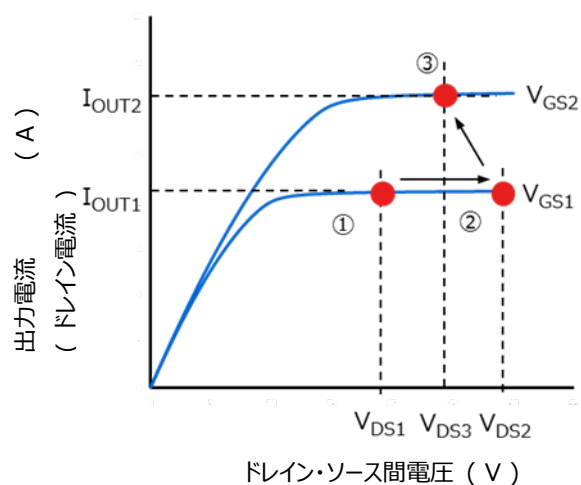
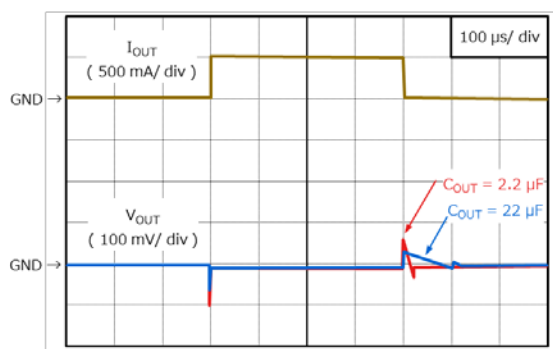
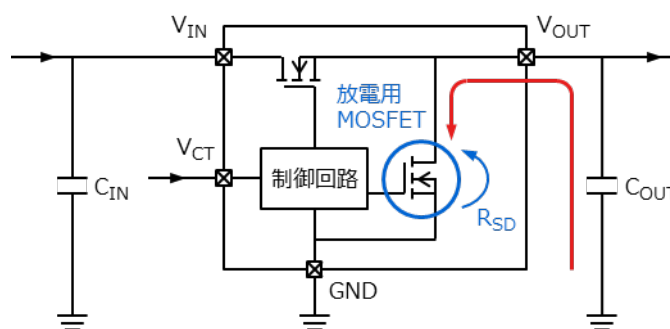

図 6.14 出力電流急増時の動作点
図 6.15 出力コンデンサー容量による負荷過渡応答特性の改善
図 6.17 出力ディスチャージ回路
LDO に負荷インピーダンス  $Z_{L1}$  が接続されて出力電圧と出力電流が安定している状態で、出力段の MOSFET は図 6.14 の ① で動作しているとします。このとき、MOSFET のドレイン・ソース間電圧を  $V_{DS1}$ 、ゲート・ソース間電圧を  $V_{GS1}$  とします。この状態から SW がオンして出力電流が  $I_{OUT1}$  から  $I_{OUT2}$  に急増したときに LDO 内部のエラーアンプは一定の出力電圧を出力しようとフィードバック動作をしますが、フィードバックループの周波数特性により、すぐには正常な出力電圧まで戻すことができず図 6.14 の ② のように出力電圧の低下が発生します。このとき、MOSFET の動作点は図 6.15 の ① から ② の  $V_{DS2}$  へ移動しますが、 $I_{OUT2}$  を流すために必要な  $V_{GS2}$  まで  $V_{GS}$  を増加させることができていません。その後、フィードバック動作が継続して  $V_{GS}$  が動作点 ③ の  $V_{GS2}$  まで増加することで  $I_{OUT2}$  を流すことができ、その結果、出力電圧の低下が停止して正常な出力電圧まで回復を始めます。
LDO に負荷インピーダンス  $Z_{L1} // Z_{L2}$  が接続されて  $I_{OUT2}$  出力電流が流れ、出力電圧が安定している状態で出力段の MOSFET は図 6.14 の ④ で動作しているとします。このとき、MOSFET のドレイン・ソース間電圧を  $V_{DS2}$ 、ゲート・ソース間電圧を  $V_{GS2}$  とします。この状態から SW がオフして出力電流が  $I_{OUT2}$  から  $I_{OUT1}$  に急減したときに、LDO 内部のエラーアンプは元の出力電圧に戻そうとフィードバック動作をしますが、フィードバックループの周波数特性により、すぐには正常な出力電圧まで戻すことができず、図 6.14 の ⑤ のように出力電圧の上昇が発生します。このとき、MOSFET の動作点は図 6.17 で ④ の  $V_{DS2}$  から ⑤ の  $V_{DS1}$  へ移動しますが、 $I_{OUT1}$  を流すための  $V_{GS1}$  まで  $V_{GS}$  を減少させることができていません。その後、フィードバック動作が継続して  $V_{GS}$  が動作点 ⑥ の  $V_{GS1}$  まで減少することで  $I_{OUT1}$  まで出力電流を減少させることができ、その結果、出力電圧の上昇が停止して正常な出力電圧まで回復を始めます。